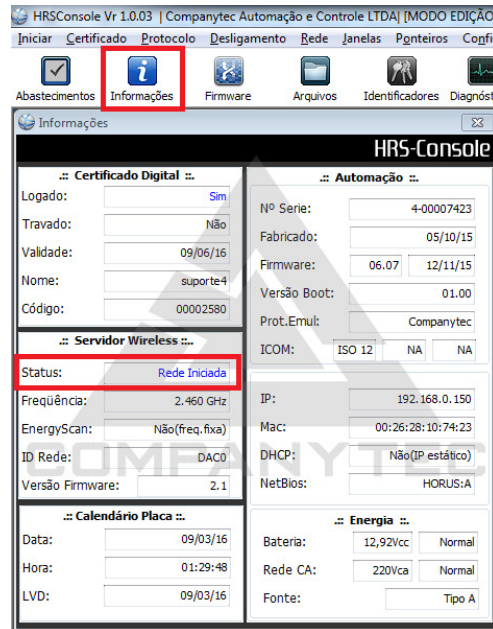

Figura 37 - Aba de informações
- Após isto verifique através do software HRS Console o status da rede wireless, que deverá estar como “Rede Iniciada” conforme Figura 37 - Aba de informações.